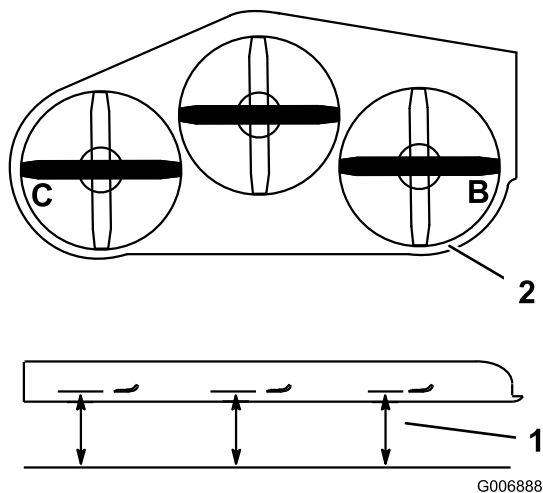

Figura 82
- Coloque las cuchillas en posición lateral. Mida en las posiciones **B** y **C** desde una superficie nivelada hasta el filo de corte de los extremos de las cuchillas (Figura 82).